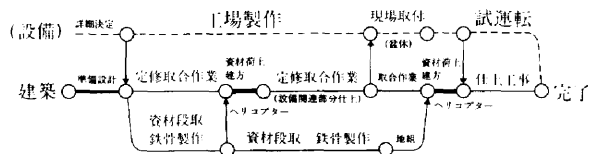

Fig.1 作業工程
- 4) 日程計画：設備の工程と作業量からヘリの使用を2回と設定し、優先順序を決めて日程計画をした。(Fig. 1)最少限必要な仮設と取合を手作業で行い、第1回のフライトでは、次工程に必要な資材荷上げと架台鉄骨の取付を実施した。(Photo 3)盆休までに他の取合作業を完了させ、2回目のフライトで、東側モニターの建方と仕上資材の荷上を実施した。(Photo 4)